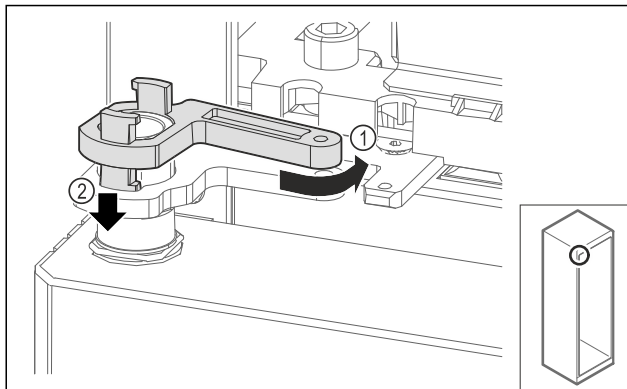

Fig. 59
- Verriegelung Lagerbock leicht zurückdrehen Fig. 59 (1), nach unten drücken Fig. 59 (2) und im Scharnierwinkel verriegeln.